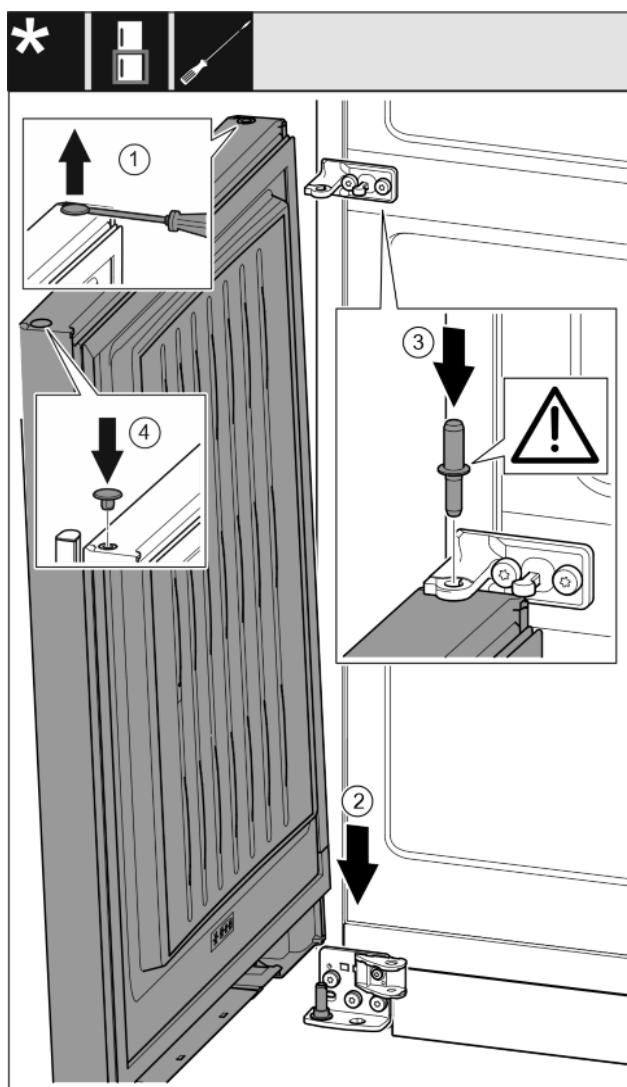

Fig. 32
- Осторожно приподнимите шлицевой отверткой заглушку и извлеките ее. Fig. 32 (1)
- Установите дверь сверху на нижний опорный палец. Fig. 32 (2)
- Вставьте середину опорного пальца через средний опорный кронштейн в нижнюю дверь. При этом следите за тем, чтобы выступ фиксатора был направлен назад. Fig. 32 (3)
- Снова вставьте заглушку с другой стороны. Fig. 32 (4)